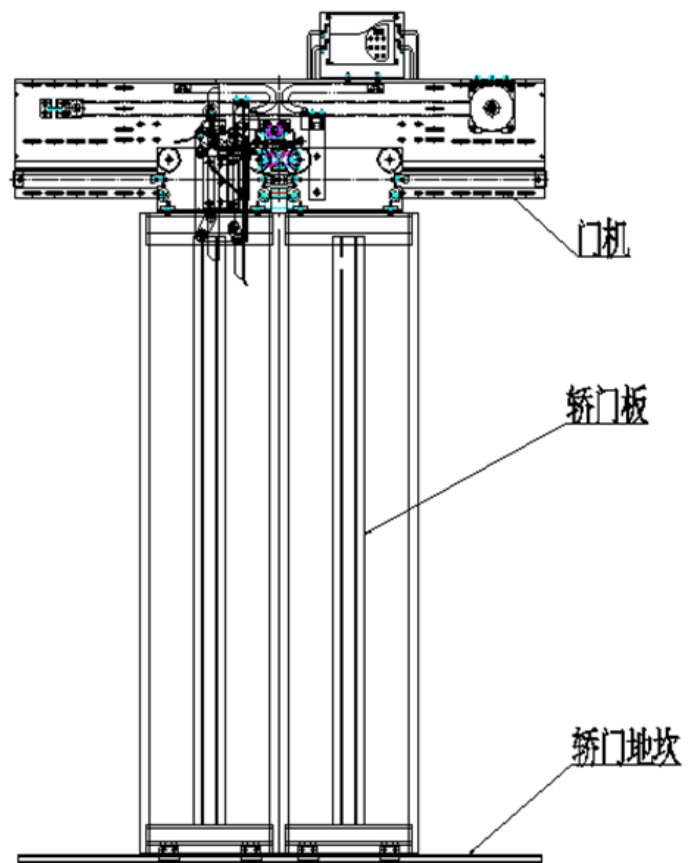
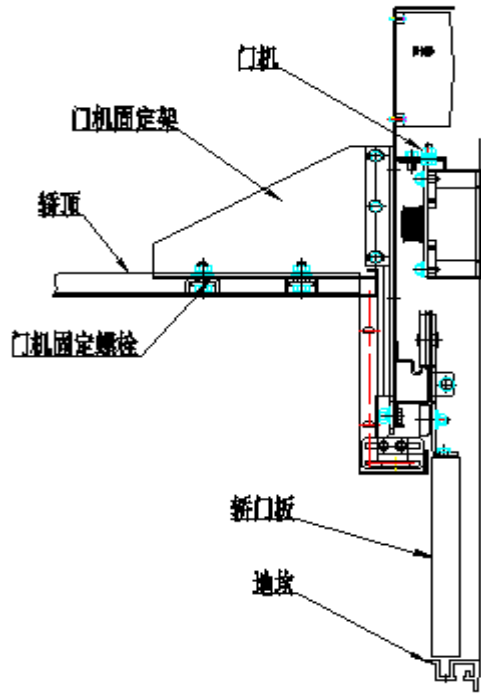

图 15-1 门机与轿门安装总成
图 15-2 门机相关位置关系
15.1.1 轿门门机直接安装在轿顶上，门机与轿门安装总成见图 15-1，门机相关位置关系见图 15-2。通过门机固定架和轿顶上的长孔移动调整门机位置，符合以下要求：